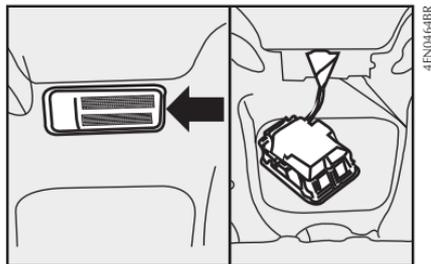

fig. 73
- saque el transparente **fig. 73**, haciendo palanca con un destornillador en el punto indicado por la **flecha-fig. 73**;